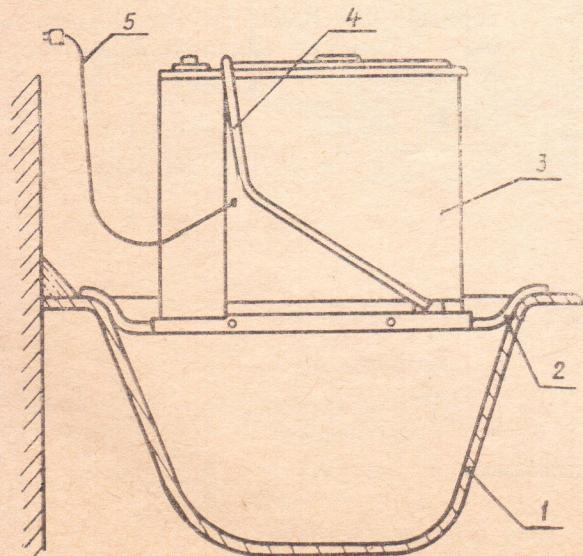

Рис. 3. Схема установки машины:
6.3. Поставьте машину на подставку (рис. 3),